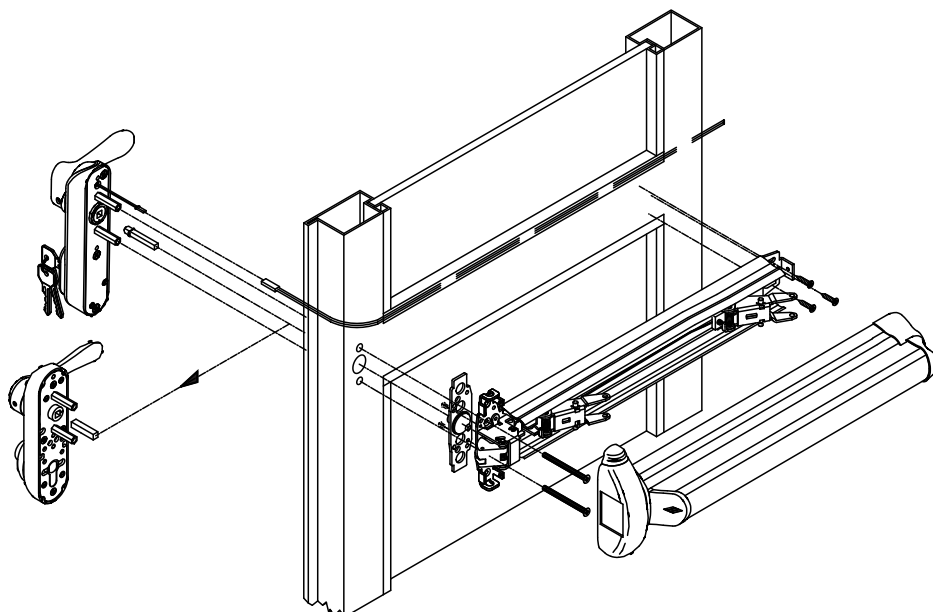
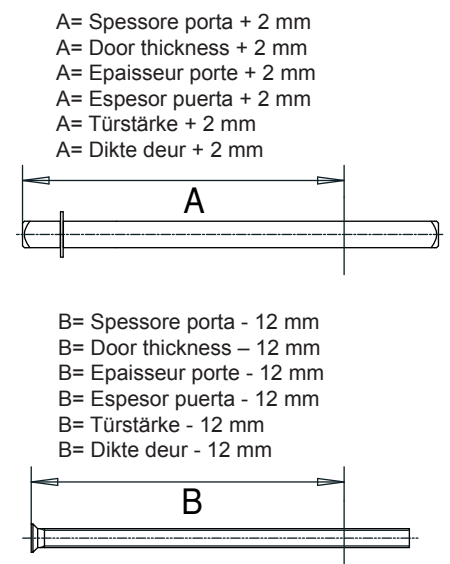

FIG. 6
FIG. 7
IT PREDISPOSIZIONE DELLA PORTA TAGLIAFUOCO PER IL MONTAGGIO CON MANIGLIONE AD APPLICARE CON ELETTRMANIGLIA art. 1.07074.80.0 (Fig. 6 - Fig. 7)
3B. tagliare quadri e viti secondo le dimensioni indicate in fig. 7;
FR PREPARATION DE LA PORTE COUPE-FEU POUR LE MONTAGE DE LA BARRE ANTIPANIQUE A APPLIQUER DOTEE D'UN DISPOSITIF ELECTRIQUE art. 1.07074.80.0 (Fig. 6 - Fig. 7)
3B. couper tableaux et vis en respectant les dimensions indiquées sur la fig. 7 ;
DE VORBEREITUNG DER BRANDSCHUTZTÜR FÜR DIE MONTAGE EINER BETÄTIGUNGSSTANGE IN AUFSETZAUSFÜHRUNG MIT ELEKTRODRÜCKER Art. 1.07074.80.0 (Abb. 6. - Abb. 7)
3B. Die Vierkantstäbe und die Schrauben auf die in Abb. 7 angegebenen Maße ablängen;
EN PRE-SETTING A FIRE DOOR FOR INSTALLATION OF A RIM VERSION PANIC EXIT DEVICE WITH ELECTRIC HANDLE item 1.07074.80.0 (Fig. 6- Fig. 7)
ES PREPARACIÓN DE LA PUERTA CORTAFUEGOS PARA EL MONTAJE CON BARRA APLICADA CON ELECTROMANILLA Art. 1.07074.80.0 (Fig. 6 - Fig. 7)
3B. Corte los cuadrados y tornillos según las dimensiones indicadas en la Fig. 7;
NL VOORBEREIDING VAN DE BRANDDEUR OP MONTAGE VAN ELEKTRISCHE HANDGREEP VOOR MONTAGE art. 1.07074.80.0 (Fig. 6 - Fig. 7)
3B. snijd vierkantstiften en schroeven op de afmetingen die staan aangegeven in fig.7;